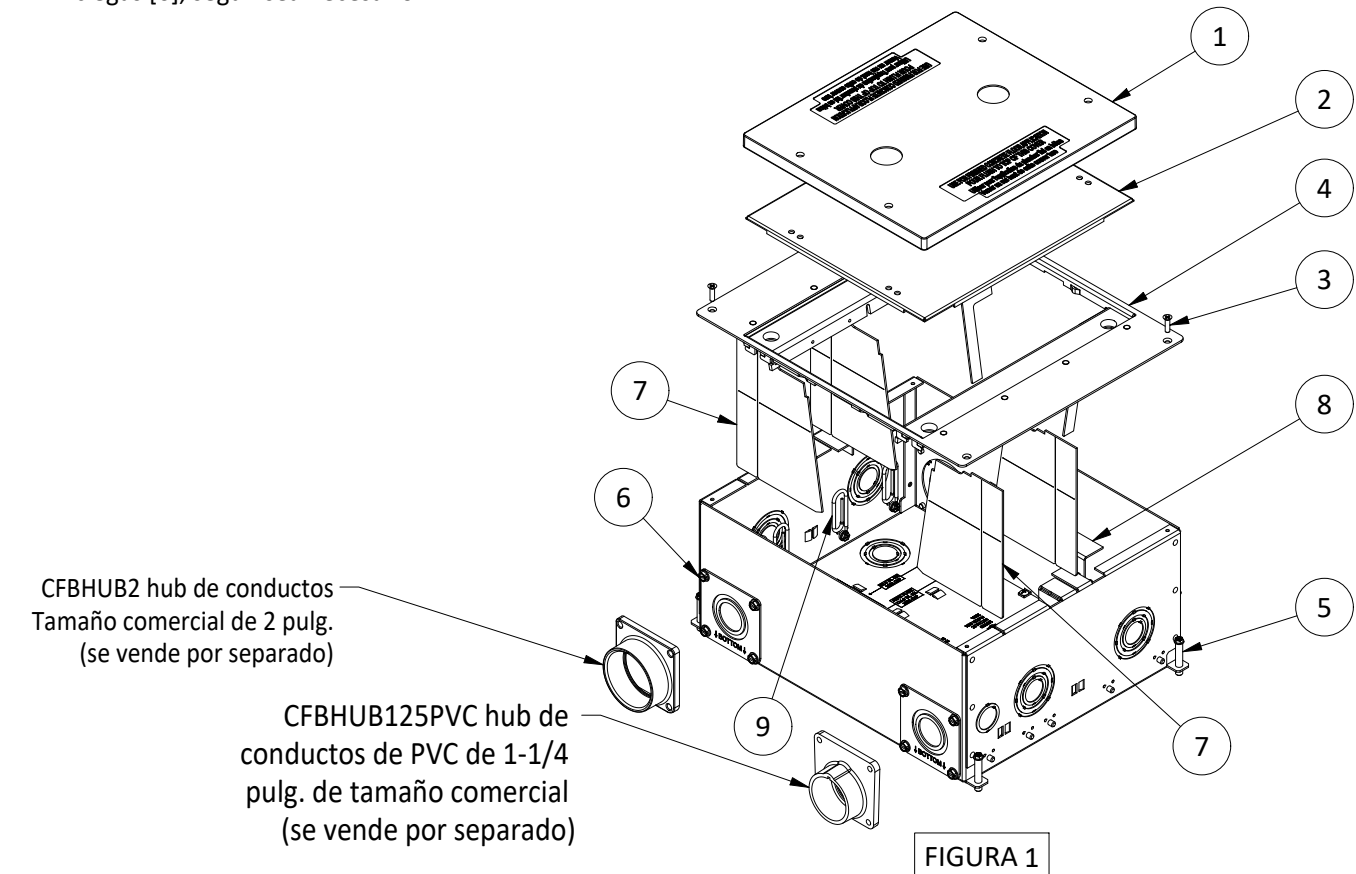

FIGURA 1
4. Instale los tornillos de nivelación [5] como se muestra en la Figura 1.